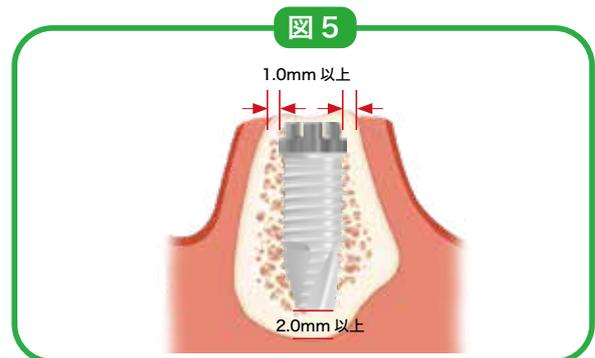

図5
- 歯槽骨の幅は、骨縁上でインプラントの直径より頬側、舌側ともに少なくとも1～1.5mm 以上、インプラントの先端には骨を2 mm以上残す必要があります（図5）。